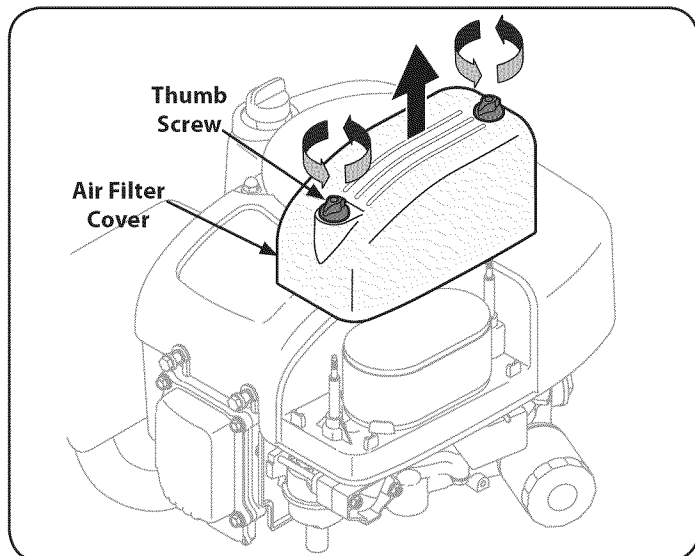

Figure 41
1. Desatornille los tornillos y retire la cubierta del filtro de aire. Vea la Figure 41.